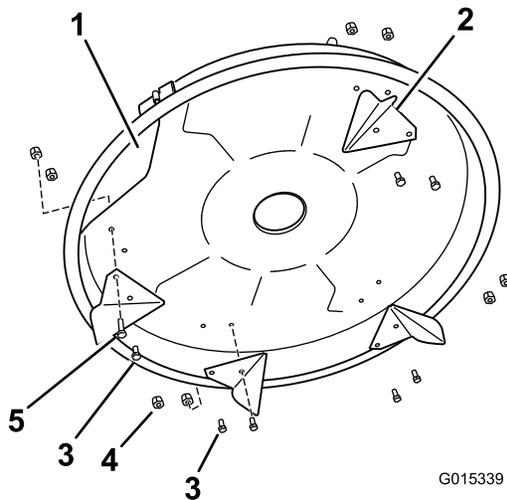

Bild 2
1. Fluchten Sie die drei Kickerplatten aus, siehe Bild 2.
2. Befestigen Sie die Platten mit sieben Schrauben ((5/16 x 3/4 Zoll)), einer Schraube ((5/16 x 1-1/4 Zoll)) und acht Sicherungsmuttern ((5/16 Zoll)) am Mähwerk. Stellen Sie sicher, dass die längere Schraube in der Halterung verwendet wird, die der Auswurföffnung am Mähwerk am nächsten ist, um in einem späteren Schritt die Mulchabdeckung aufzunehmen (Bild 2).